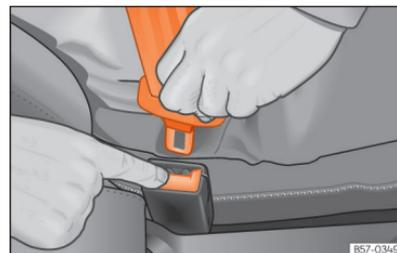

Fig. 26 Soltar a lingueta do fecho do cinto.
- Pressione o botão vermelho do fecho »» Fig. 26. A lingueta saltará do fecho.